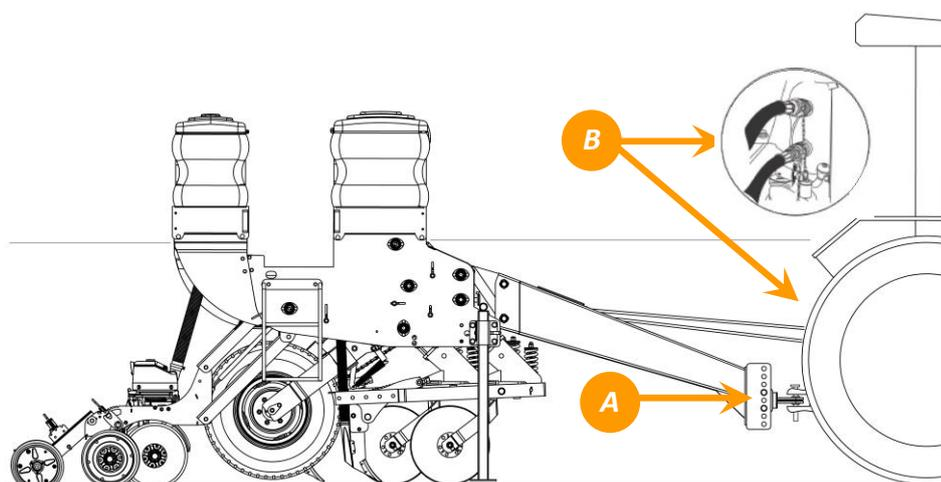

Figura 3 - Posição do engate do cabeçalho
Para nivelar utilize a regulagem da ponteira do cabeçalho (A) representado na (figura 3) que apresenta diferentes níveis de altura, ajuste a furação conforme a altura da barra de tração do trator, de forma que a plantadeira trabalhe no nível e assim garantir um bom desempenho no plantio.